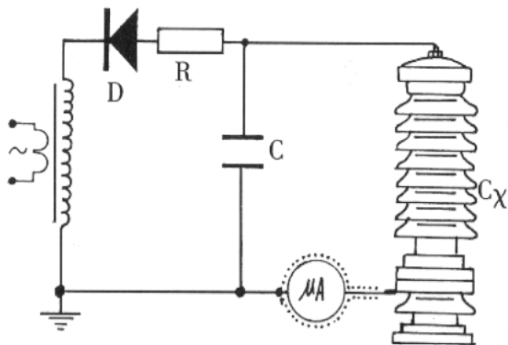
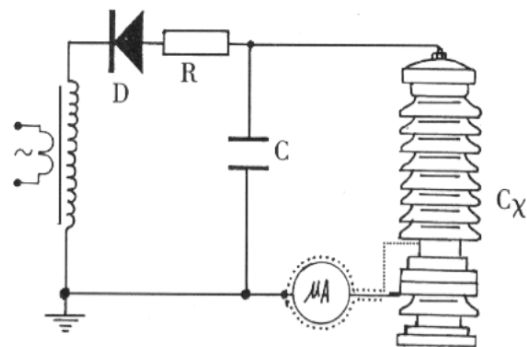

图 6a 微安表接入试品 C_x 底部的接线图
图 6b 排除试品 C_x 表面影响接线图
4.4.3 对氧化锌、磁吹避雷器等试品接地端可分开的情况下，也可采用在试品的底部(地电位侧)串入电流表进行测量的方式。但也必须使用屏蔽线(见图 6a)。当要排除试品表面泄漏电流的影响，可用软的裸铜线在试品地电位端绕上几圈并与屏蔽线的屏蔽相联接(见图 6b)